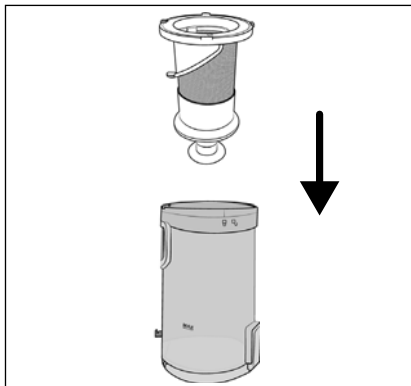

Bild 23
- 6) Sätt in det rostfria stålfiltret **6** i dammbehållaren **7** och tryck ned det så långt det går (se bild 23). Observera samtidigt de olika stora låsningarna på det rostfria stålfiltret **6**. Det rostfria stålfiltret **6** kan bara sättas i ett läge i dammbehållaren **7** på grund av de här låsningarna.